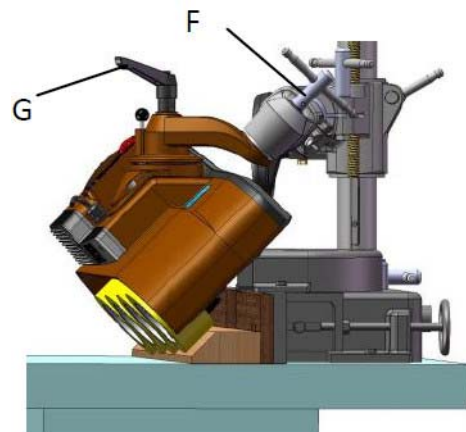

Abb. 31: Vorschub mit Neigungswinkel
Schritt 2: Die Klemmhebel F und G (Abb. 31) lösen, den Memo-Hebel ziehen und den Vorschubapparat wieder in die horizontale Position schwenken. Anschließend den Vorschubapparat wieder in die eingestellte Arbeitsposition schwenken, prüfen, dass alle Rollen am Werkstück ausgerichtet sind, und alle Klemmhebel festziehen.